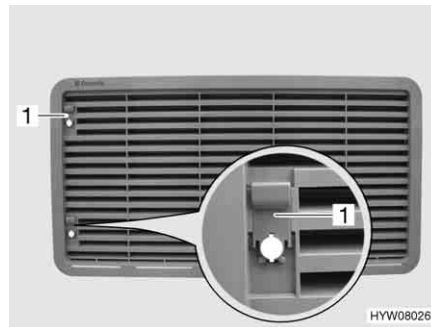

Fig. 166 Grille d'aération du réfrigérateur (avec curseur)
- Pousser le curseur (Fig. 166,1) vers le haut.